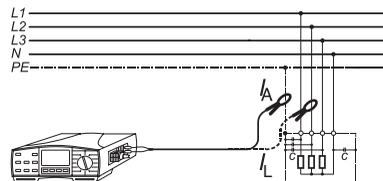

Bild 81: Anschluss des Zangenadapters für
- ▶ Den gewünschten Zangenadapter an die beiden Messanschlüsse C1 (14) und C2/P (15) anschließen, siehe Bild 81.
- ▶ Den UNITEST 0100-EUROtest mit der Taste 'EIN/AUS' einschalten, den Drehschalter 'Messfunktion' auf die Funktion (8) Strom stellen.